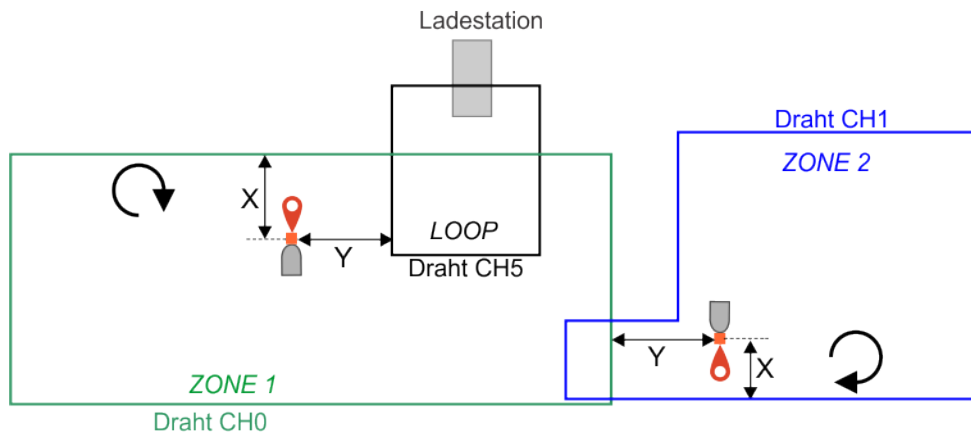

Abbildung 120: Infrastruktur
16. Positionieren Sie den Roboter an der gewünschten Stelle in ZONE 1. Dies muss sich auf die für ZONE 1 definierte Rückkehrrichtung beziehen. In diesem Beispiel ist dies im Uhrzeigersinn wie in **Abbildung 120: Infrastruktur** (Seite 93) gezeigt. X muss > 5 m sein. Y muss > 10 m sein. Der Roboter muss in Richtung Draht fahren.
21. Positionieren Sie den Roboter an der gewünschten Stelle in ZONE 2. Dies muss sich auf die für ZONE 2 definierte Rückkehrrichtung beziehen. In diesem Beispiel ist dies im Uhrzeigersinn  wie in Abbildung 120: Infrastruktur (Seite 93) gezeigt. X muss > 5 m sein. Y muss > 10 m sein. Der Roboter muss in Richtung Draht fahren.